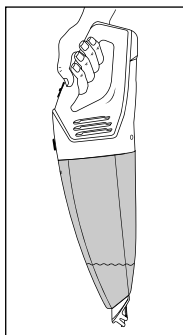

Fig. 3
❶ Remarque
- ▶ Après avoir aspiré les liquides, nettoyer immédiatement le bac à déchets ❶, sinon les bactéries et germes vont proliférer. Veiller à ce que le sac à poussière ❹ ait entièrement séché avant d'utiliser à nouveau l'appareil.
- ▶ Après avoir aspiré des liquides, portez toujours l'appareil avec l'embout pour aspiration de liquides ❶ pointant vers le bas (voir fig. 3):